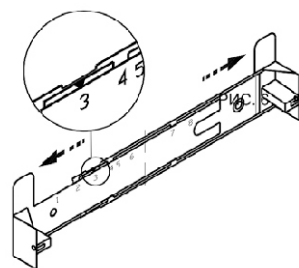

рис. 7
#### 6.5 Крепление кронштейна к стене (рис. 7, 8)
- прежде чем прикрепить кронштейн к стене, необходимо выставить его на нужный размер (равный ширине верхней фальштрубы) рис.7, для этого увеличьте размер кронштейна (если это необходимо) и установите фиксатор напротив цифры соответствующей Вашей вытяжке (см. графа N, табл.3 )